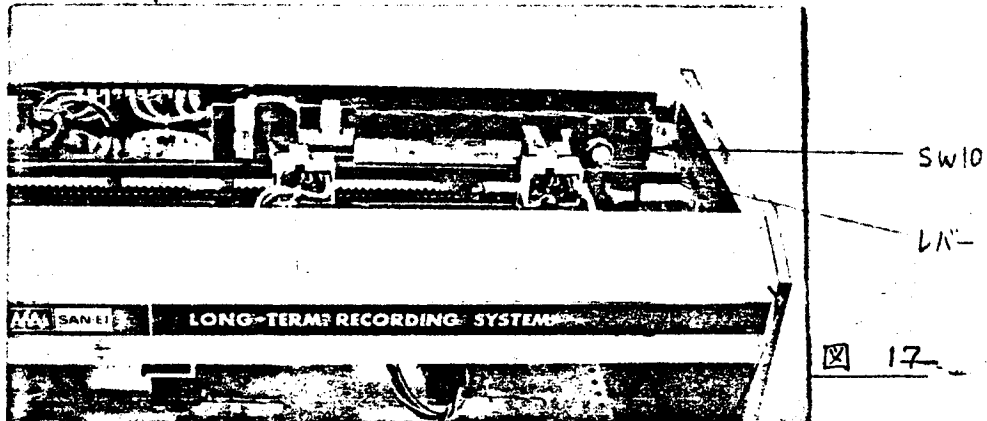

図 17
- 1) 右側肉蓋を開けると、ファンモーターが見えます。これが回転しているときは正面カバー②を本体からはずしてください。
- 2) 記録ユニットの上に大型のマイクロスイッチ SW10 が付いています。(図 17) これがレバーで押されている場合すべての動作は停止します。(安全スイッチ)